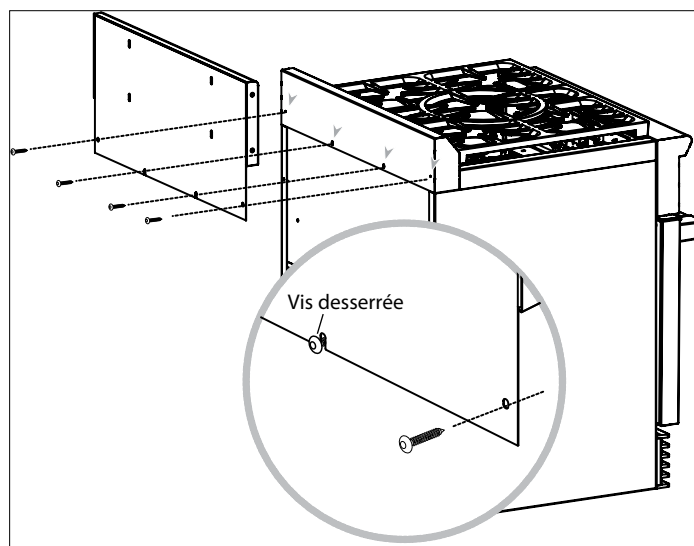

Fig.02
2. Alignez le dossier sur l'arrière de la cuisinière de façon à ce qu'il repose sur la garniture d'îlot, puis fixez. Fixez le dossier sur l'arrière de la cuisinière avec tous les vis fournies, comme illustré (Fig. 02).